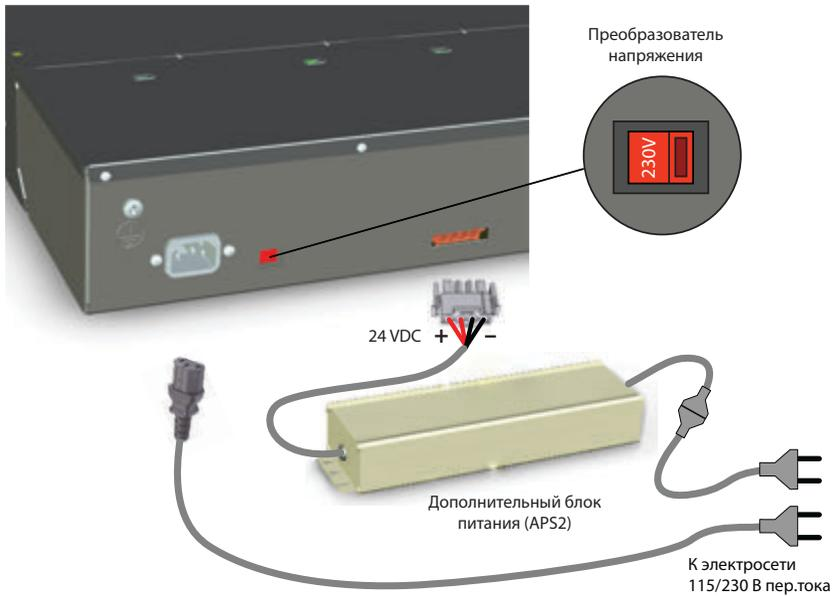

Fig. 24 Подключение коммуникационного сервера к источнику питания
- Рычажок переключателя напряжения должен быть установлен на напряжение подключенной электросети (см. Fig. 24).